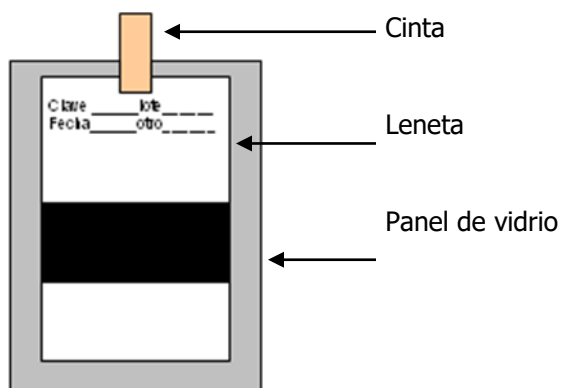

Fig. 1
2. Colocar la carta leneta sobre el panel de vidrio y sujetar ambos a la mesa colocando cinta masking tape en la parte superior (Fig. 1).